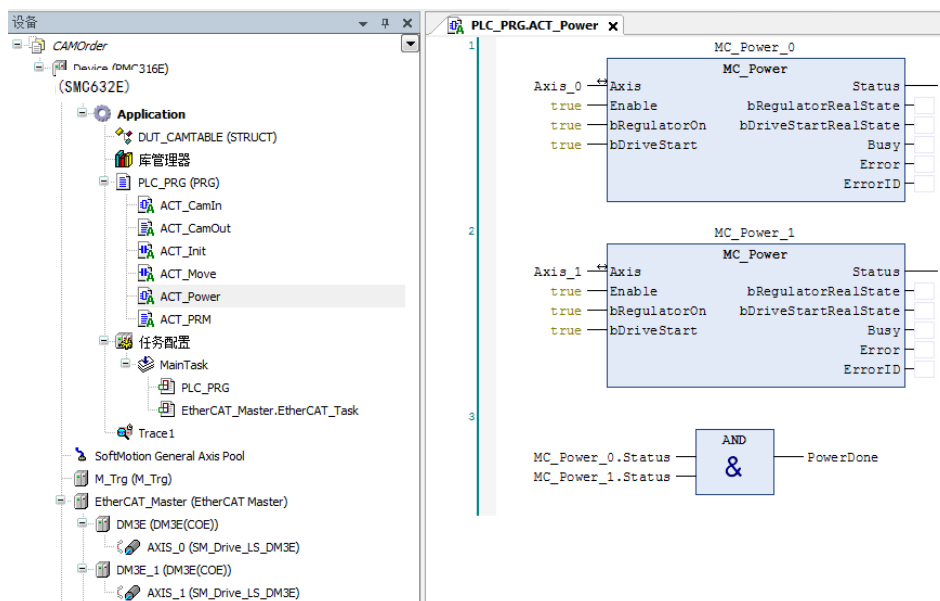

图 6.24 上电模块
3) 在主程序 PLC\_PRG 下添加上电使能模块 ACT\_Power、脉冲模块 ACT\_Init、主轴运动模块 ACT\_Move、配置电子凸轮模块 ACT\_CamIn 和断开电子凸轮模块 ACT\_CamOut，如图 6.24~6.28 所示。